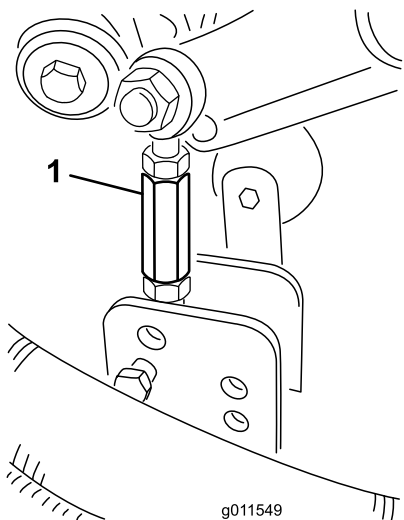
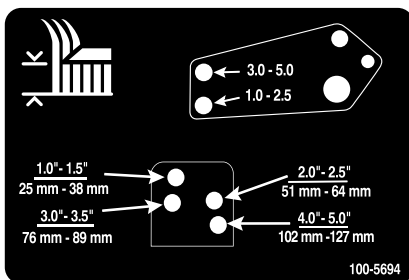

Figure 25
Figure 26
8. Enlevez les goupilles fendues et les axes de chape qui fixent les biellettes d'amortisseurs aux supports du plateau de coupe (Figure 25). Alignez les trous de la biellette d'amortisseur avec ceux du support de hauteur de coupe sélectionnés dans le bâti des plateaux de coupe (Figure 26), puis insérez les axes de chape et posez les goupilles fendues.